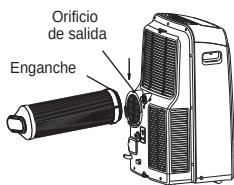

Imagen 17
- 2.Introduzca el enganche del tubo de descarga de aire en el orificio de salida del aire y gírela siguiendo la dirección de la flecha para su colocación (imagen 17).